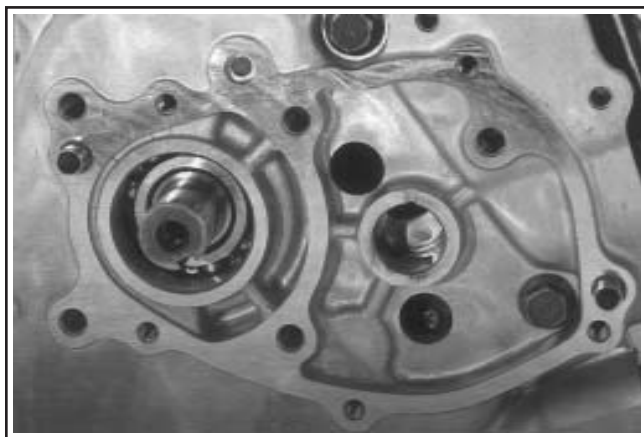

Figure 10-26. Passage de l'huile CS4, CS6.
5. Vérifier que les passages d'huile/de la plaque de fermeture vers l'ensemble du réducteur sont ouverts et non bloqués. Voir les figures 10-26 et 10-27.